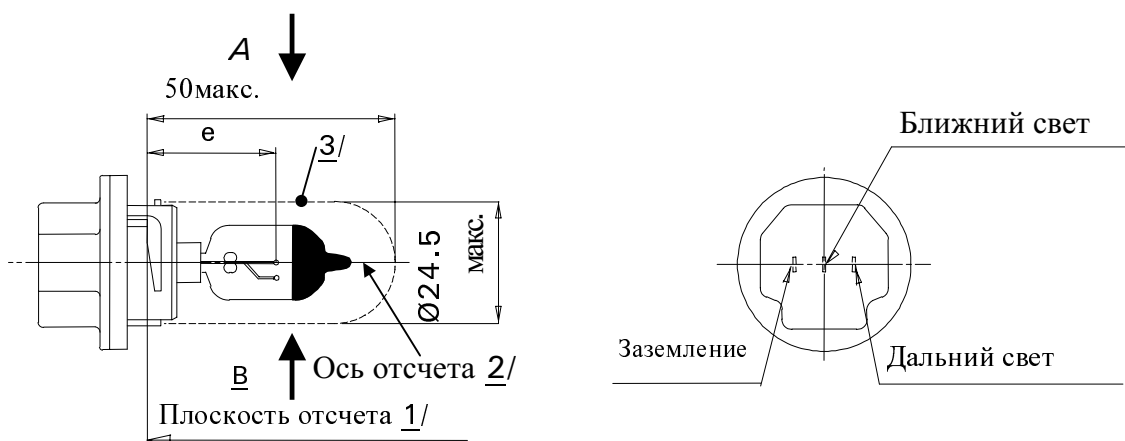

Рис. 1. Основной чертеж
- 3/ Стеклоплавная колба и точки опоры не должны выступать за пределы оболочки, как показано на рис. 1. Центр оболочки совпадает с осью отсчета.